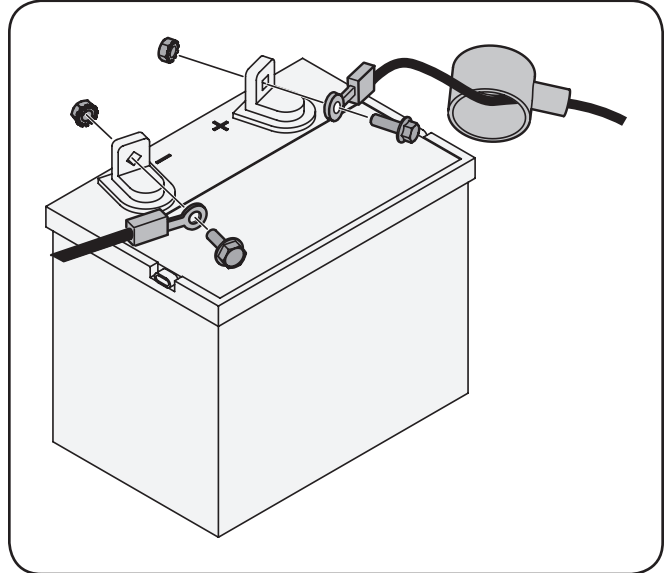

Figura 3-11
1. Retire la cubierta plástica, si es que está presente, del borne positivo de la batería y una el cable rojo al borne positivo de la batería (+) utilizando el perno y la tuerca hexagonal. Consulte Figura 3-11.
2. Retire la cubierta plástica, si es que está presente, del borne negativo de la batería y una el cable negro al borne negativo de la batería (-) utilizando el perno y la tuerca hexagonal. Consulte Figura 3-11.